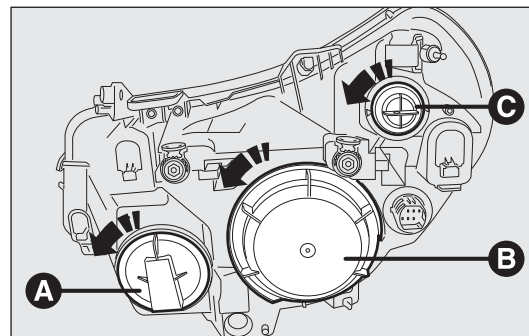

fig. 175
Para sustituir la lámpara de las luces de carretera, quite el tapón A-fig. 175.
Para sustituir la lámpara de las luces de cruce/posición, quite el tapón B-fig. 175.
Para sustituir la lámpara de los intermitentes, quite el portalámparas C-fig. 175.
- ☐ retire la tapa de protección B-fig. 175 girándola hacia la izquierda;
- ☐ vuelva a montar la tapa de protección B-fig. 175 girándola hacia la derecha y asegurándose de que quede bien bloqueada.
- ☐ retire la tapa de protección A-fig. 175 girándola hacia la izquierda;
- ☐ vuelva a montar la tapa de protección A-fig. 175 girándola hacia la derecha y asegurándose de que quede bien bloqueada.